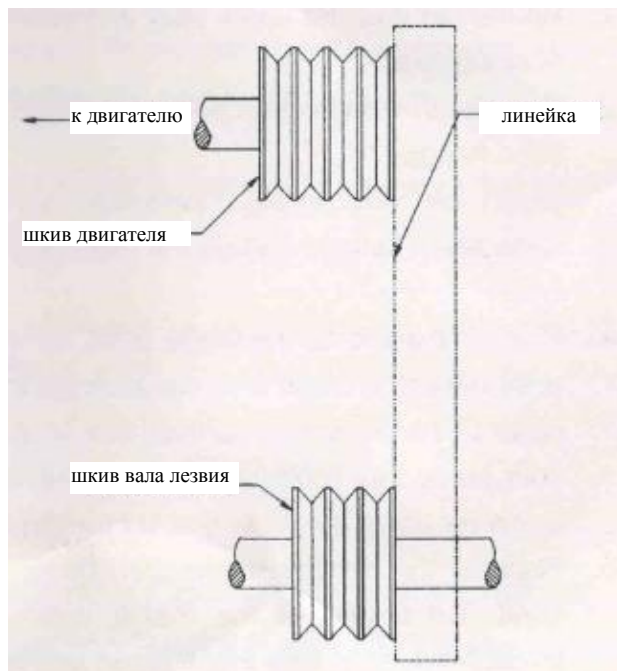

Рисунок 1
6. Для проверки совпадения используйте стальную линейку. См. Рис. 1.